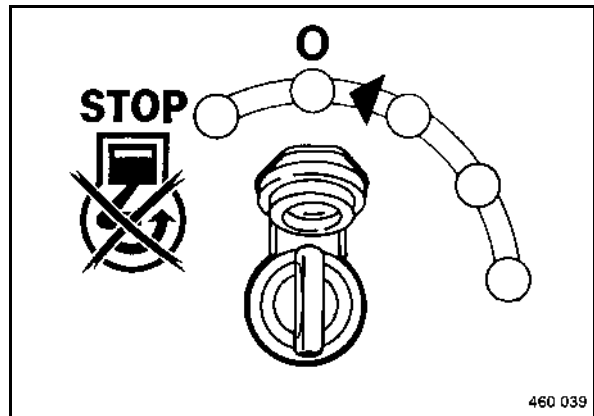

fig. 65
- Tourner la clé de contact (fig. 65) sur position "0" et la retirer.